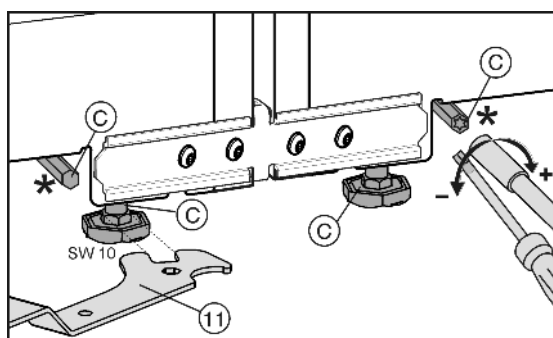

Fig. 8
S priloženim viličastim ključem *Fig. 8 (11)* lahko prestavite sprednje nastavitvene noge, zadnje pa z izvijačem tipa Torx® 25.